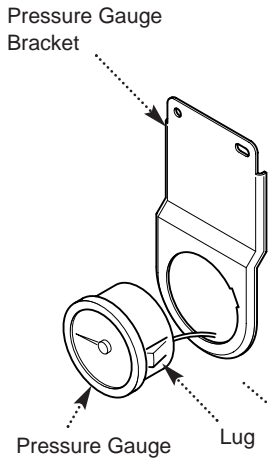

Fig. 67
13.12 Pressure Gauge (Fig. 67)